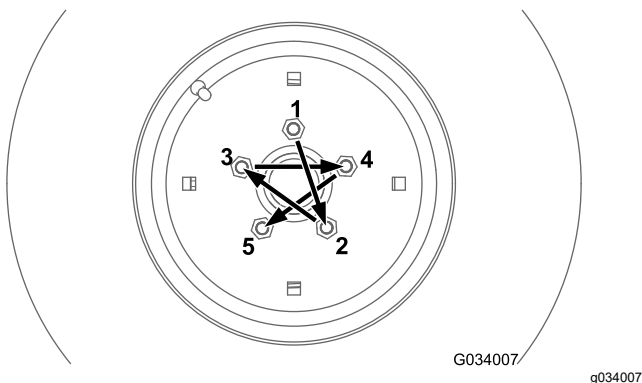
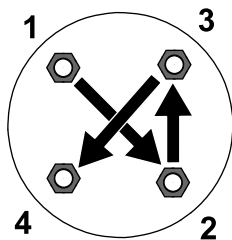

Рисунок 69
Рисунок 70
Затяните зажимные гайки передних и задних колес (только на машинах с полным приводом) в порядке, показанном на Рисунок 69 и Рисунок 70, с указанным моментом затяжки.
- Передние колеса: см. Рисунок 69
- Задние колеса (только на машинах с полным приводом): см. Рисунок 70.